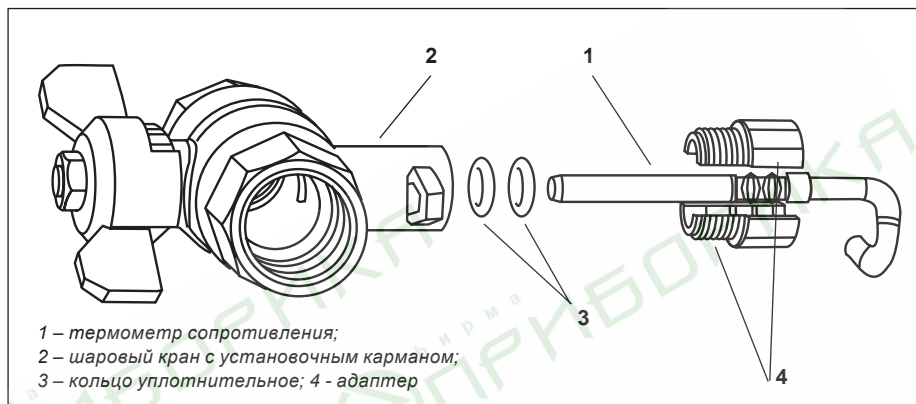

Рисунок 23 – Вариант установки ИПТ в шаровый кран
- монтаж осуществляется в специальный шаровый кран с отверстием под термометр сопротивления (рисунок 23).
Второй способ: термометр сопротивления монтируется в специальный шаровый кран с отверстием под термометр сопротивления, рисунок 23.
- в установочный карман шарового крана (элемент 2, рис. 23) установить уплотнительные кольца (элемент 3, рисунок 23);
- термометр сопротивления (элемент 1, рисунок 23) поместить в пластмассовый адаптер (элемент 4, рисунок 23), состоящий из двух частей. Желобки на термометре сопротивления должны совпасть с желобками на адаптере;